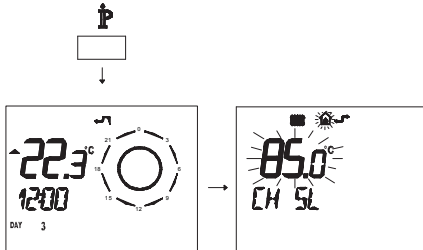

Рисунок 5.90
- Нажмите и удерживайте 3 секунды кнопку , чтобы войти в режим *INFO* (Рисунок 5.90).